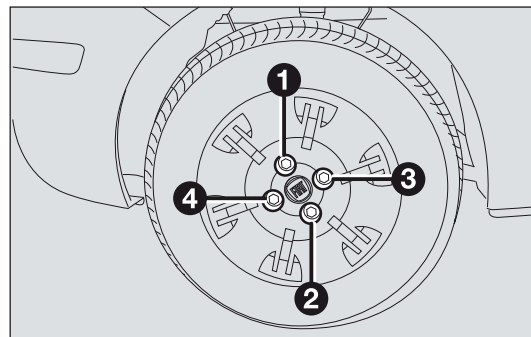

fig. 130
- ☐ apriete bien los tornillos, pasando alternativamente de un tornillo al diametralmente opuesto, siguiendo el orden indicado en la fig. 130.